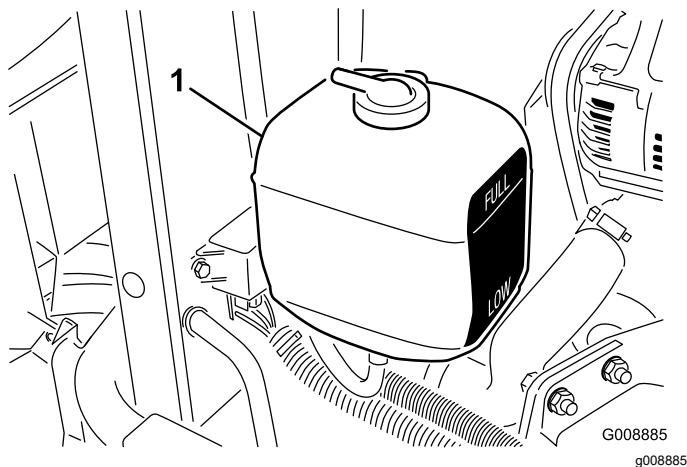

Figure 31
- Vérifiez le niveau de liquide de refroidissement dans le vase d'expansion (Figure 31). Quand le moteur est froid, le niveau du liquide de refroidissement doit se situer à peu près entre les deux repères qui figurent sur le côté du réservoir.